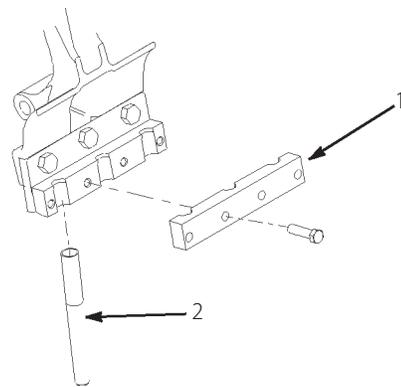

図 26
4. 各ティン・ホルダーにティン・クランプを仮止めする (図26; 3/8 x 1-1/2" キャップスクリュー 4 本を使用する)。この時点ではキャップスクリューを締め付けない。